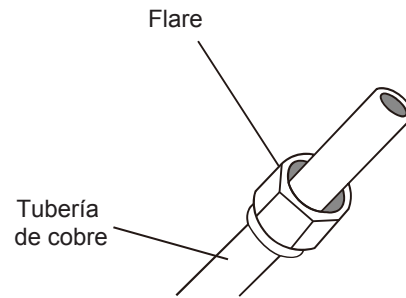

Fig. 6.3
3. Colocar tuercas en los dos extremos de la tubería. Asegurarse que estén mirando a la dirección correcta, porque usted puede ponerlas o cambiar la dirección después de hacer el flare. Ver Fig 6.3.